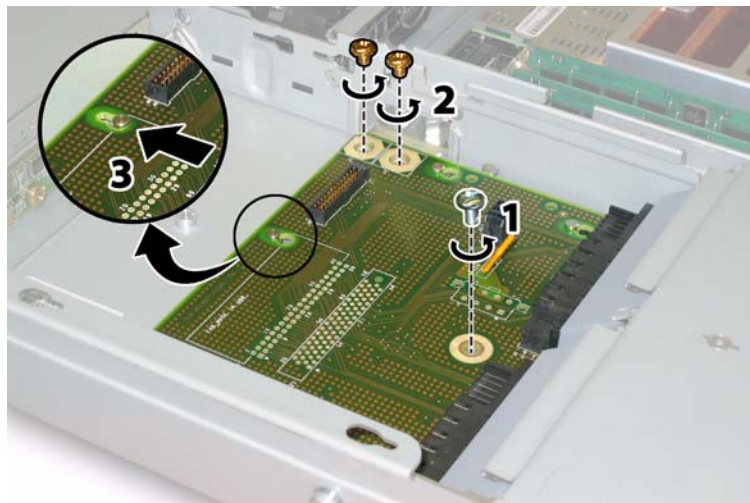

図 3-62 配電盤ネジの取り外し
10. No.2 のプラスドライバーを使って、配電盤をシャーシとバスバーに固定している 3 本のネジを取り外します。図 3-62 を参照してください。